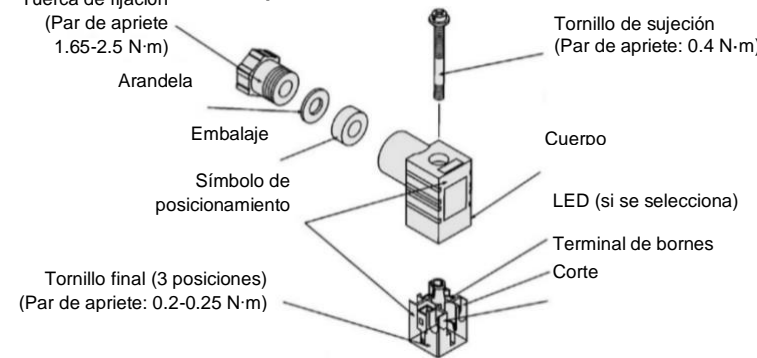

Figura 7. Diseño del conector DIN para JSX10
- Apriete los tornillos y racores conforme a la Figura 7 u 8.